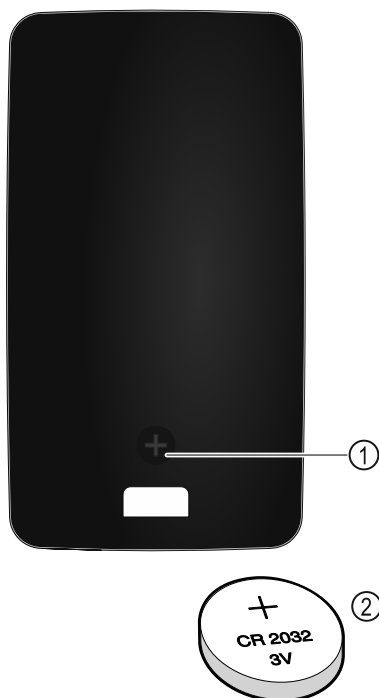

Fig. 151
El suministro eléctrico del mando a distancia se efectúa con una pila del tipo CR 2032 de 3 V Fig. 151 (2), a la venta en el comercio especializado.
- Desenroscar el tornillo Fig. 151 (1) de la parte trasera del mando a distancia.